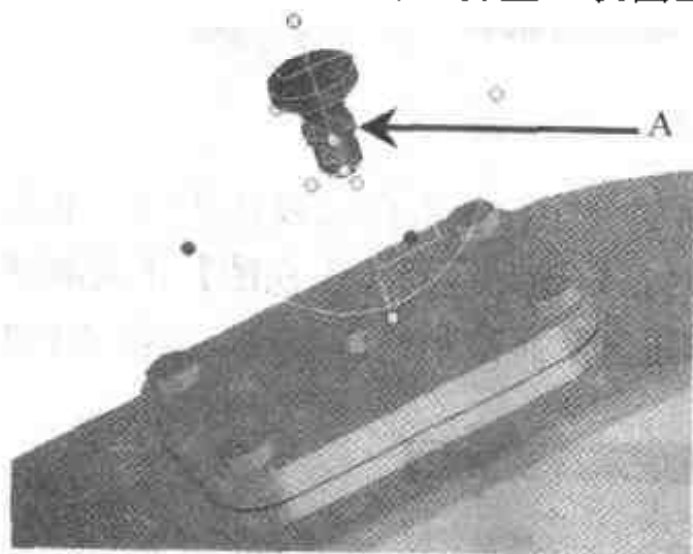

图 3.193 选择装配位置
- (5) 按空格键后可以单独移动三维球，右击中心手柄后选择【到中心点】命令，单击如图 3.193 所示透气塞上的外圆边缘(A)。